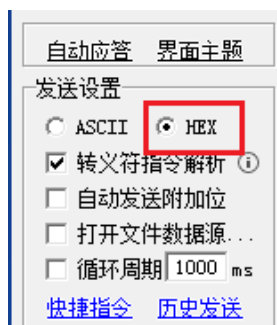

图 63-29 设置发送格式为 hex 码格式
1. 发送设置中数据类型设置为 hex 格式，如下图 63-29 所示。